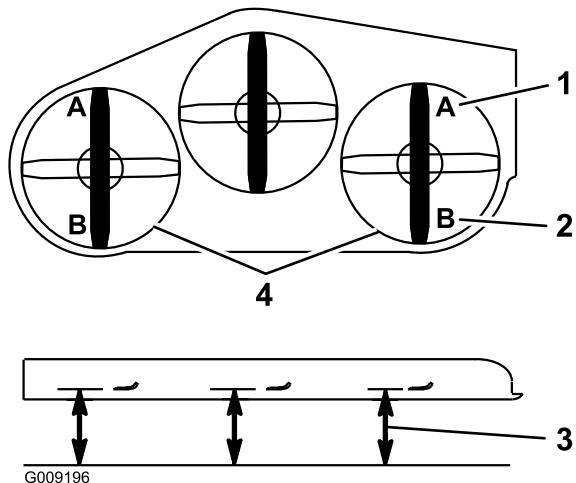

Figure 96
| 9. De chaque côté du plateau de coupe, mesurez la distance entre la surface plane et la pointe avant de la lame (position A), comme montré à la Figure 96 . | |
15. De chaque côté du plateau de coupe, mesurez la distance entre la surface plane et la pointe arrière de la lame (position B), comme montré à la Figure 96.